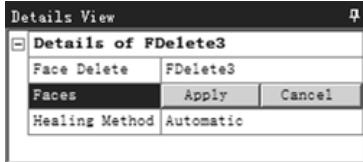

图 3.4.28 “Details View”对话框
- 步骤 02** 选择命令。选择 Create → Delete → Face Delete 命令，弹出图 3.4.28 所示的“Details View”对话框。